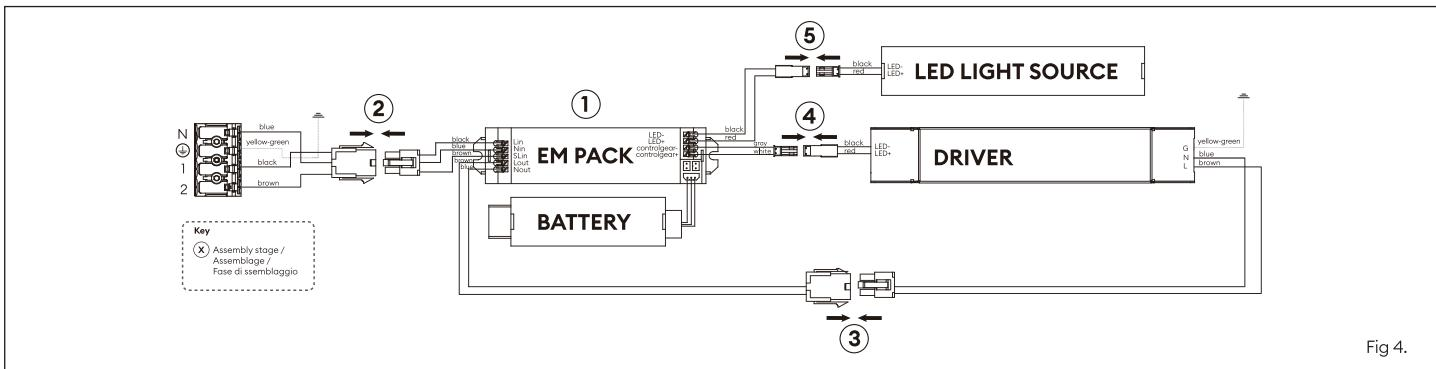

Fig 4.
- Choose a suitable mounting position for the mains terminal block and clip into place. Screw down the cord grip provided in the accessory bag.(Fig 4)
- Choisissez une position de montage appropriée pour le bornier de raccordement au secteur et clipez. Vissez le serre-câble fourni dans le sac d'accessoires (fig. 4).
- Scegliere una posizione di montaggio adeguata per la morsettiera di rete e agganciarla in posizione. Avvitare il fermacavo fornito nella borsa degli accessori.(Fig. 4)
- Plug in connectors through stages ②-⑤ as shown in fig 4.
- Enfichez les connecteurs selon les étapes ②-⑤ indiquées dans la figure 4.
- Collegare i connettori attraverso le fasi ②-⑤ come mostrato nella Fig 4.